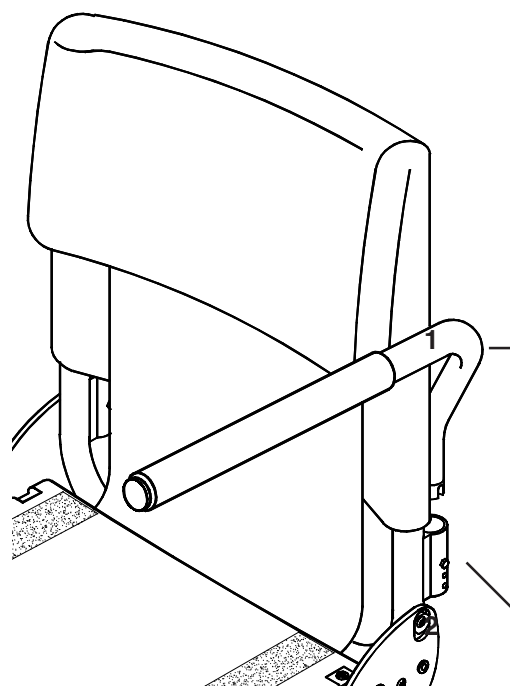

Fig. 17
Votre fauteuil Revolution peut être fourni soit avec des accoudoirs escamotables tube-mousse soit des accoudoirs réglables en hauteur. La Fig. 17 représente des accoudoirs tube-mousse. Pour monter des accoudoirs tube-mousse, laisser descendre l'accoudoir tube-mousse (1) dans son logement (2).